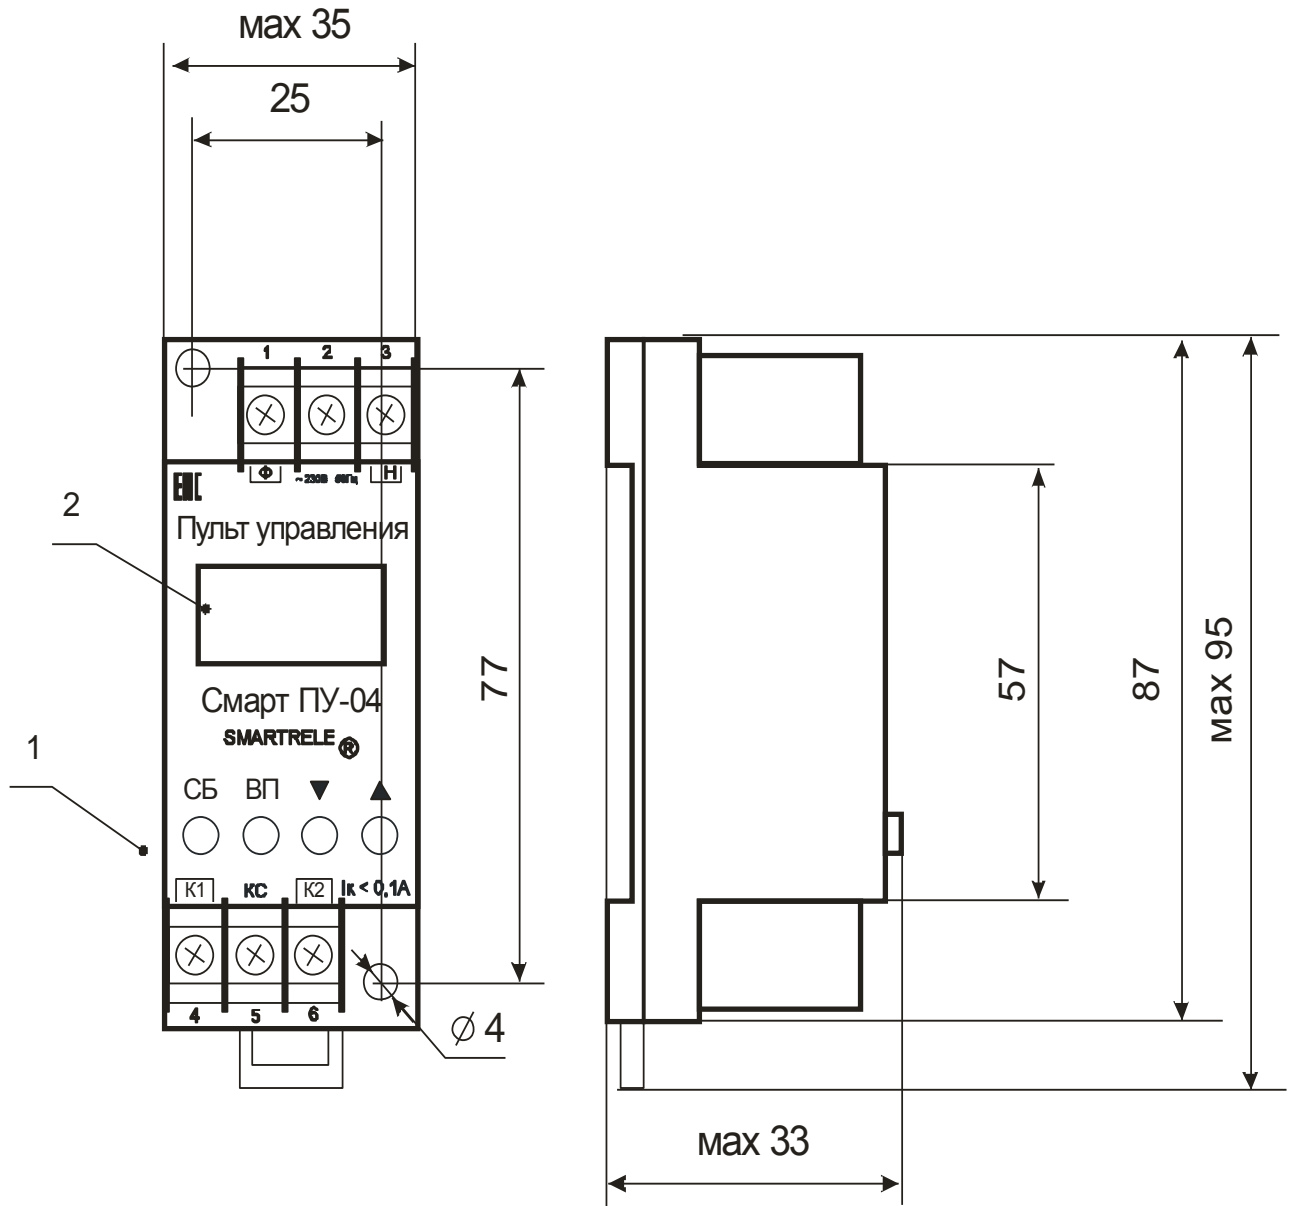

Рисунок 1 – внешний вид, габаритные и установочные размеры пульта
5.1 Внешний вид габаритные и установочные размеры пульта показаны на рис. 1.